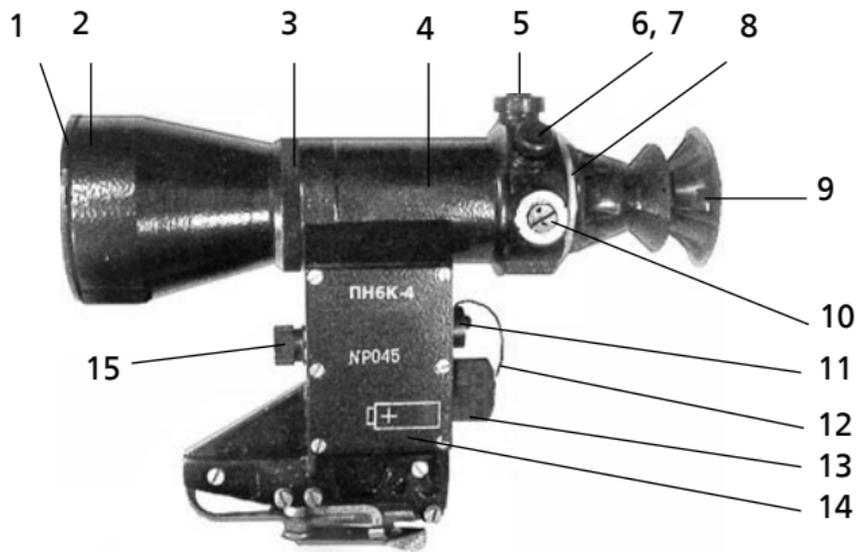

Рисунок 1 – Прицел со светофильтром
1.4.2 Конструктивно прицел состоит из объектива 2 (рисунок 1) и корпуса 4, соединяющихся по резьбе и конtringащихся гайкой 3.
1.5.1 Ключ, входящий в комплект прицела предназначен для поворота винтов 5 и 10 (рисунок 1) механизмов выверок.
- включать прицел днем и в сумерки со снятым светофильтром 1 (рисунок 1);
- взять новый источник типа АА и вставить его в прицел, соблюдая полярность, указанную на контактах элемента и на крышке 14 (рисунок 1) корпуса 4;
- отвернуть крышку 12 (рисунок 1) и вставить элемент питания;
– при отклонении СТП вниз или вверх повернуть ключом винт 5 «В↔Н» (рисунок 1) механизма выверки по стрелке в сторону знака «В», если СТП ниже КТ, или по стрелке в сторону знака «Н», если СТП выше КТ. Поворот винта 5 «В↔Н» механизма выверки на одну дискрету (один щелчок) фиксатора соответствует перемещению СТП на 4 см при стрельбе на 100 м;